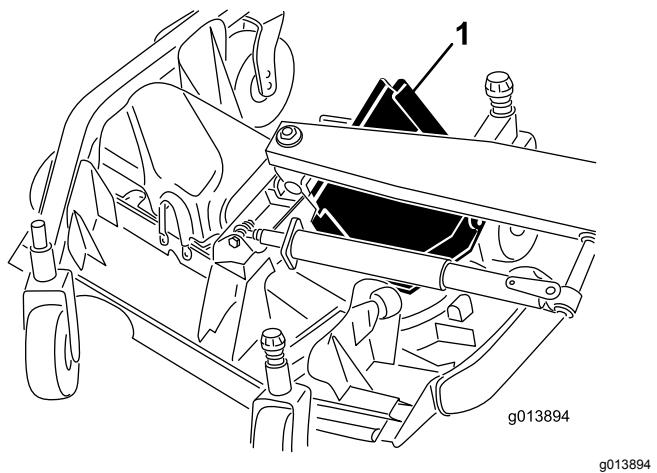

Figura 68
- Levante a extremidade dianteira e oriente-a entre o braço de elevação e o rolo para a retirar (Figura 68).